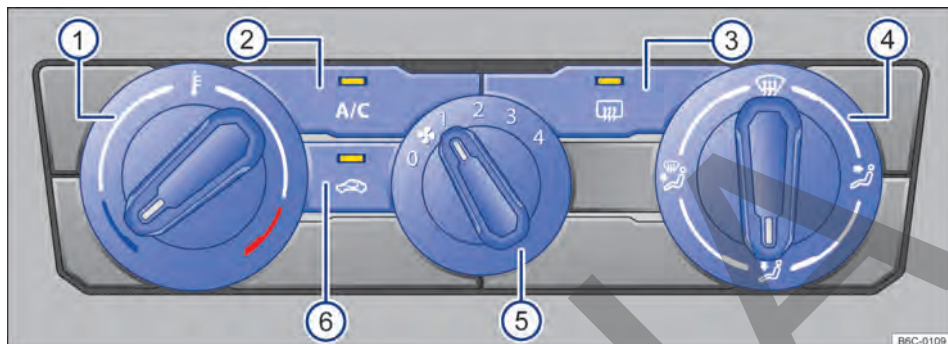

Fig. 80 Comandos del aire acondicionado.
- **Aire acondicionado:** girar el regulador del ventilador al nivel 0 → fig. 80 (5).
- **Aire acondicionado:** girar el regulador giratorio izquierdo → fig. 80 (1).
- *Aire acondicionado*: girar el regulador del ventilador → fig. 80 ⑤.
- *Aire acondicionado*: girar el regulador de la derecha → fig. 80 ④ a la posición deseada.
- *Aire acondicionado*: girar el regulador derecho a la posición  → fig. 80 ④.